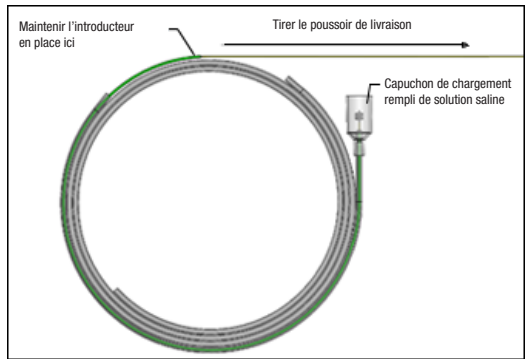

Figure 5 - Tirer le pousoir de mise en place en direction proximale pour rétracter l'implant
16. En maintenant d'une main l'introducteur vert, saisir le pousoir de mise en place et tirer doucement vers le haut pour commencer à rétracter l'implant (voir figure 5).